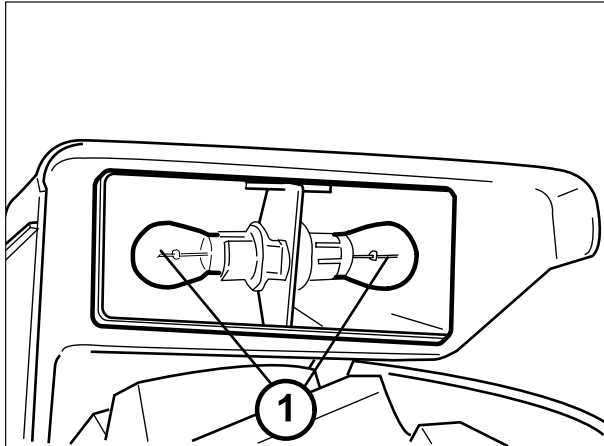

Fig. 131
- 2 - Apretar el bulbo y girar la bombilla (1) Fig. 131 en sentido antihorario.